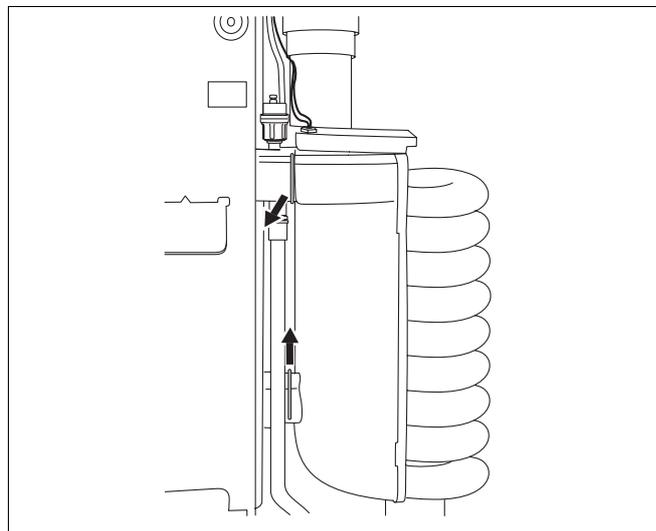

Fig. 42 Copiglie di protezione
- Togliere le copiglie di protezione nella linea di mandata e ritorno (fig. 42) dello scambiatore di calore.